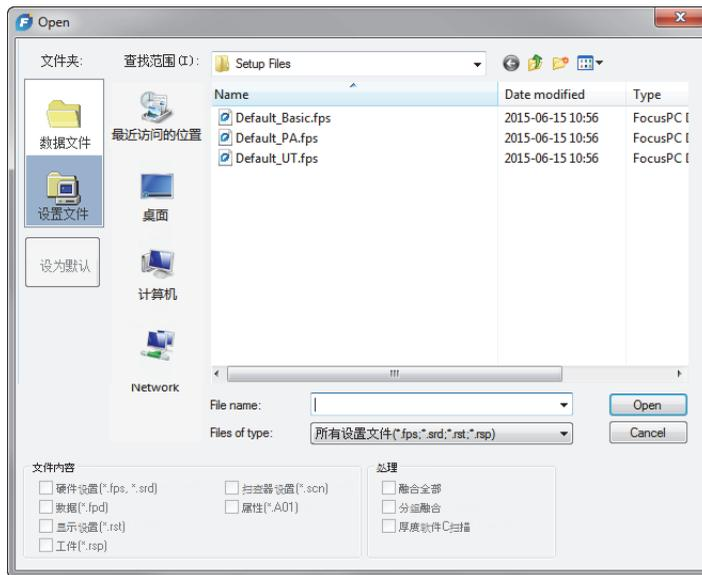

图 4-1 打开对话框
2. 在出现的**打开**对话框中（参见第96页的图 4-1），执行以下步骤：